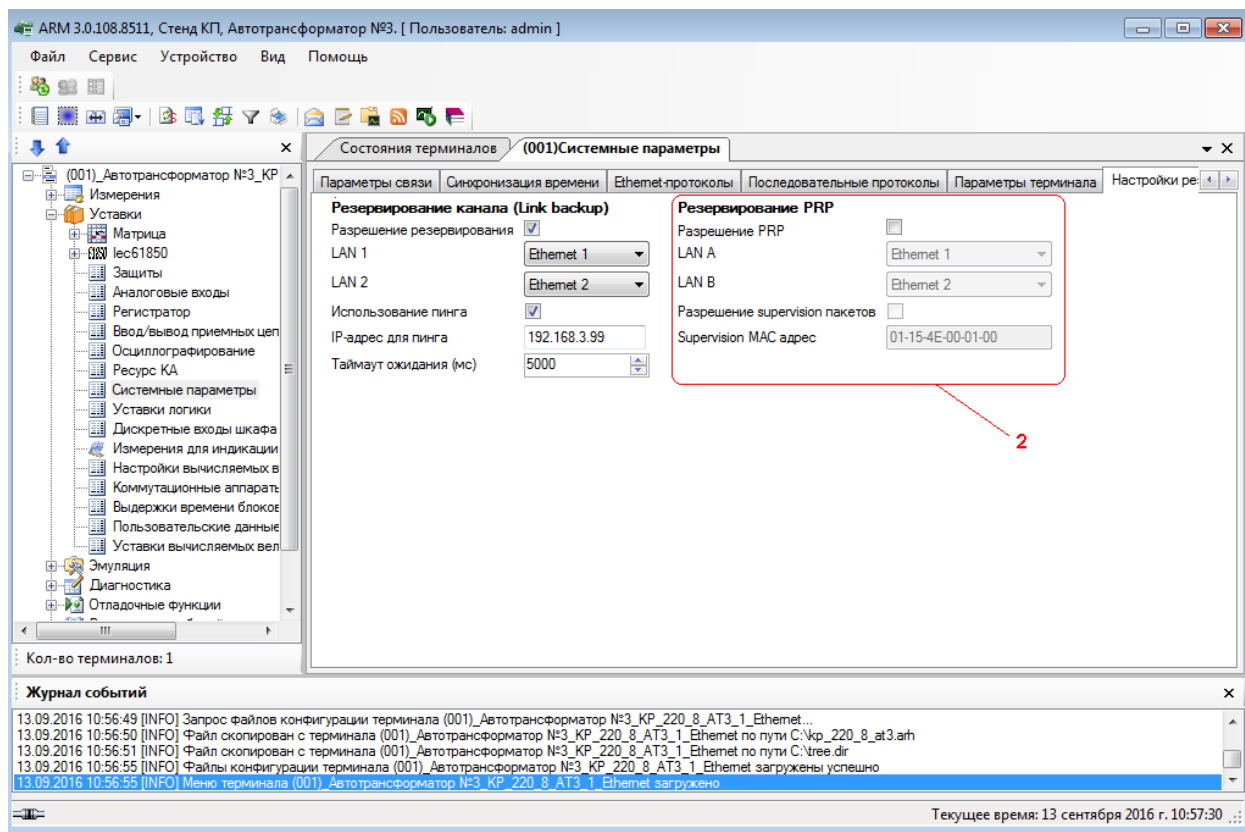

Рисунок 2.83
- установить флажок перед полем **Резервирование PRP** (см. рисунок 2.83 обозначение 2);